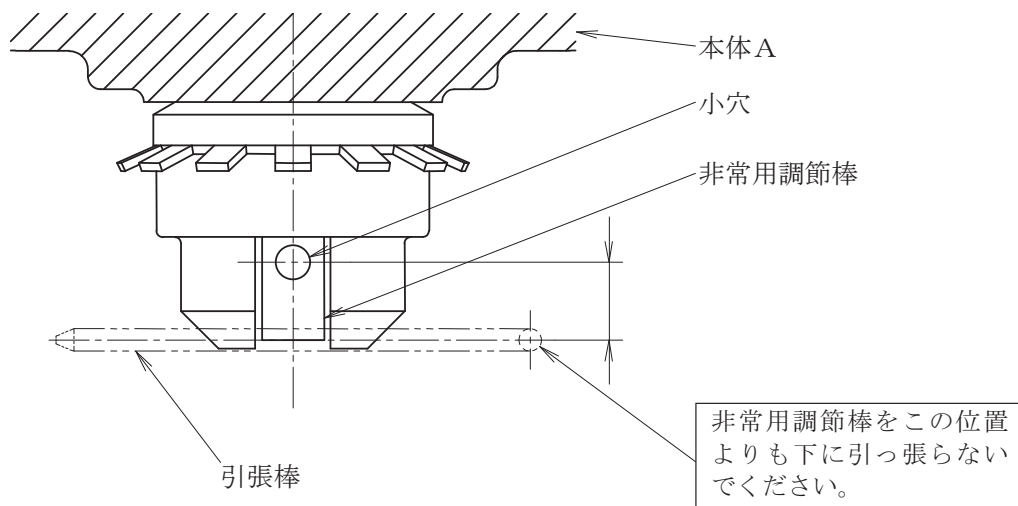

図4 非常用調節棒
- (1) 本体Aの下に非常用調節棒があります。正常の作動の場合には非常用調節棒を使用する必要はありません。この調節棒は、非常の場合、例えばセンサが破損したために液体温度が異常に上昇したような場合のみ使用します。
- (2) エレメントが正常に作動しているかどうかは非常用調節棒の下端の動きを見ると分かります。
- (3) 非常用調節棒を引張ったり回転したりし易いよう引張棒が付属しています。通常は引張棒を非常用調節棒に差し込まず、ぶら下げておいてください。調節すべき液体の温度が異常に上昇したとき、非常用調節棒の小穴に引張棒を差し込んで下に引張り、 90° 度右に回転して固定します(図4参照)。これで流路Aと流路Cとが強制的に連絡されてクーラーや冷却塔に通水し流体の過熱を防止することができます。